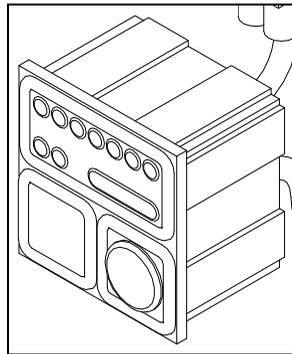

Fig. 11
- Après avoir vérifié préalablement que la machine est en mesure de fonctionner, la mettre en marche en actionnant le tableau sous clé pour moteur à explosion (fig. 11).